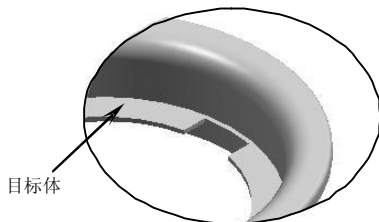

图5-58
- 选择前两步绘制的草图轮廓，在【成形特征】工具条中单击【拉伸】按钮，弹出【拉伸】对话框。在【选择步骤】栏中选择【求差】选项，然后选择求差的目标体，在【结束】下拉列表中选择【贯通全部对象】选项，最后单击 **确定** 按钮创建拉伸切除特征，结果如图 5-58 所示。